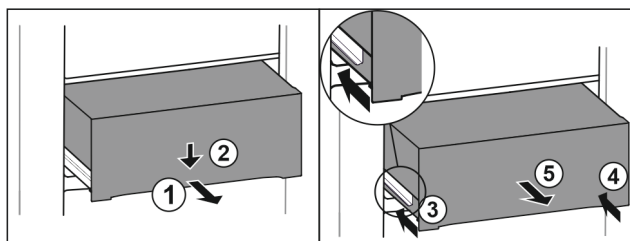

Fig. 182
- Tërhiqni jashtë sirtarin deri në gjysmë. Fig. 182 (1)
- Shtypni për poshtë sirtarin në pjesën përpara. Fig. 182 (2)
- Shtyni brenda shinën e majtë rreth 2 cm. Fig. 182 (3)
- Shtyni brenda shinën e djathtë rreth 2 cm. Fig. 182 (4)
- Hiqeni sirtarin nga përpara. Fig. 182 (5)